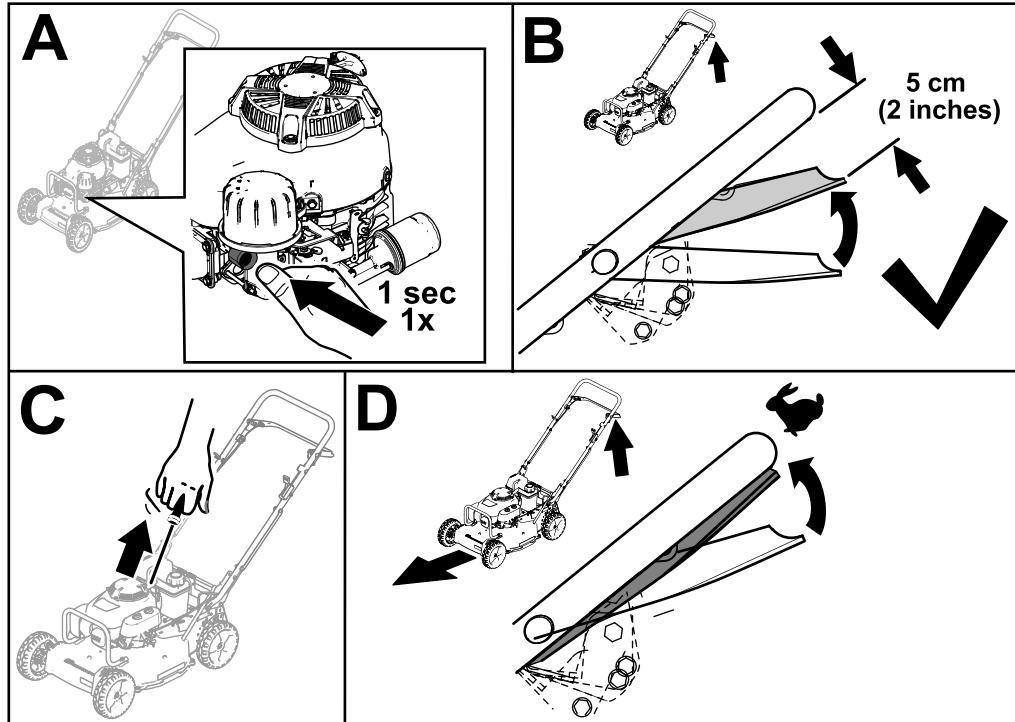

Figure 14
3. Appuyez fermement sur la poire de l'amorceur pendant 1 seconde (encadré A de la Figure 14).
4. Maintenez la barre de commande de la lame à la position Marche/Changement à environ 5 cm (2 po) sous le guidon (encadré B de la Figure 14).
5. Tirez légèrement la poignée du lanceur jusqu'à ce que vous sentiez une résistance, puis tirez vigoureusement et laissez le câble se rétracter lentement jusqu'au guide sur le guidon (encadré C de la Figure 14).